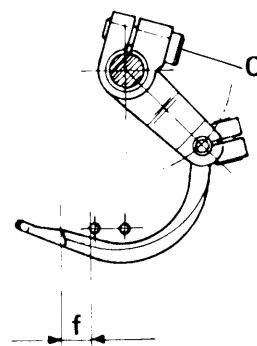

Fig. 32
2. (quota "f") Per ottenere la quota "f" allentare la vite C (fig.32) e ruotare il porta crochet